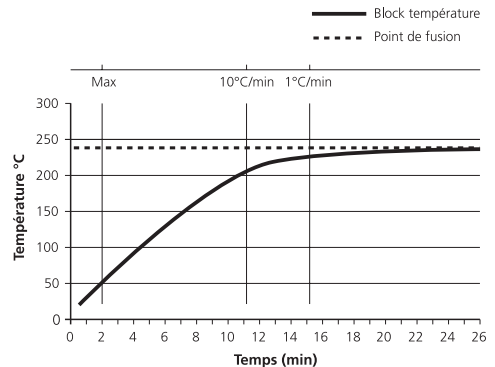

Fig 6
6. Pour atteindre une plage de point de fusion rapide et précise, il est important d'utiliser une vitesse de montée en température rapide lorsque l'échantillon est chauffé à partir de la température ambiante, et une vitesse plus faible lorsque l'échantillon approche de la fusion. Voir Fig. 6 pour une courbe de chauffage idéale pour un échantillon de point de fusion de 240°C.